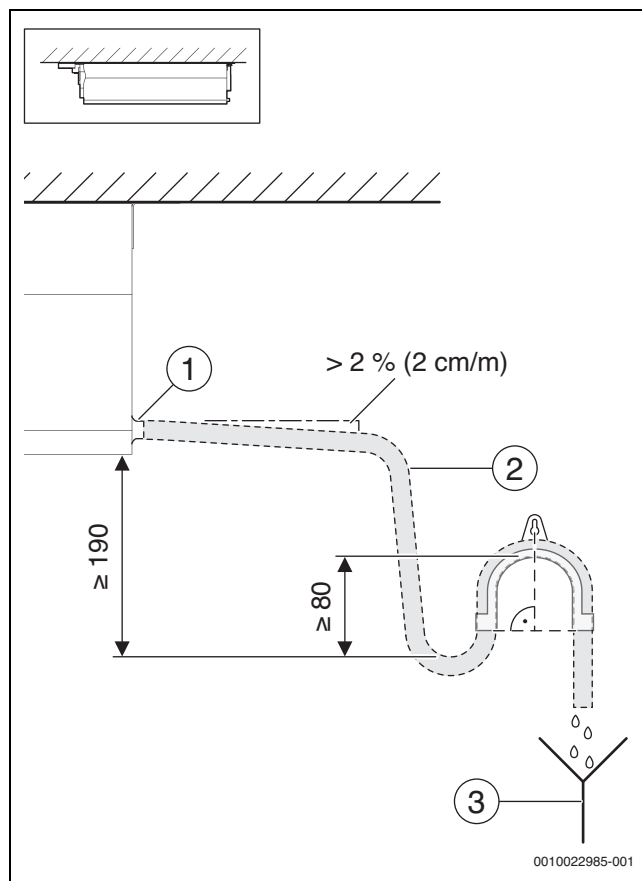

Fig. 29 Tubo di scarico della condensa per installazione a soffitto
- Applicare il sifone nella posizione idonea tra l'apparecchio e il sifone principale. Installare il sifone verticalmente. Rispettare una barriera di altezza come da fig. 29 e 30.
Legenda delle fig. 29 e 30: